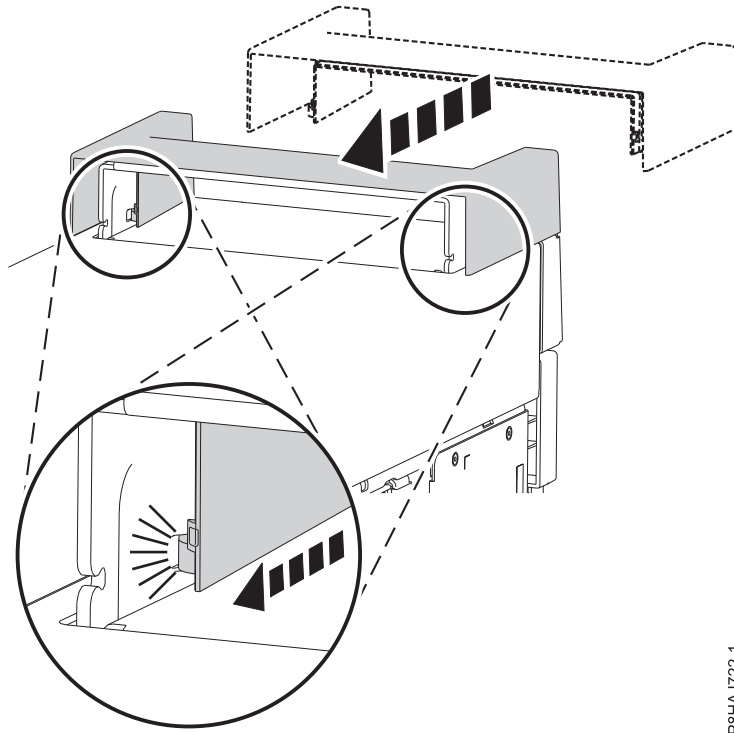

図 36. 8286-41A スタンドアロン・システムへのハンドル・カバーの固定
1. ハンドル・カバーを、システムの後部方向へスライドさせて内部 RDX ドッキング・ステーション (FC EUA3) に固定します。図 36 を参照してください。